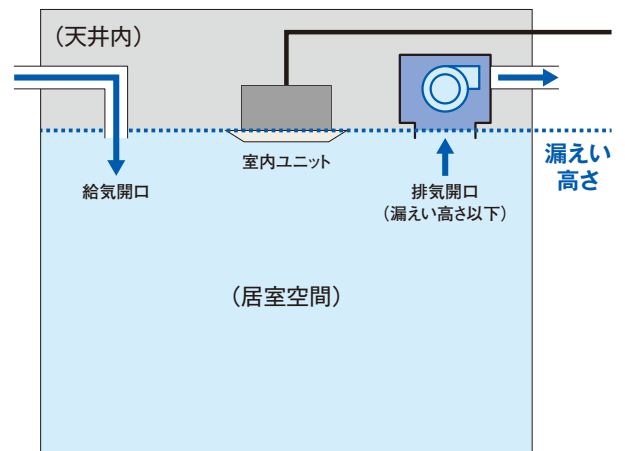

図4 排気開口が漏えい高さ以下の場合
- 排気開口を天井近くに設置する場合は、排気開口部を漏えい高さ以下にすること。(図4)